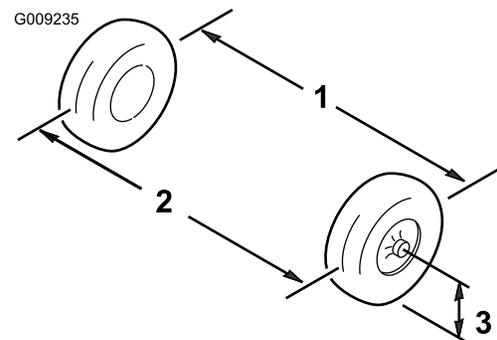

Bild 43
2. Messen Sie den Abstand zwischen beiden Vorderreifen auf Achshöhe (an der Vorder- und Rückseite der Vorderreifen) (Bild 43).